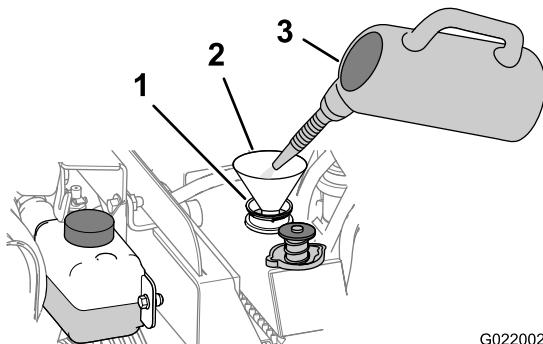

Рисунок 141
- Б. Залейте чистящий раствор для системы охлаждения в радиатор через заливную горловину (Рисунок 141).